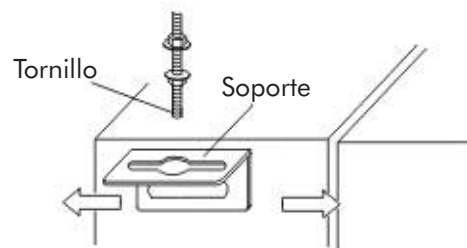

Fig. 24
- B.** Sujete el soporte a la unidad interior como muestra la Fig. 24.